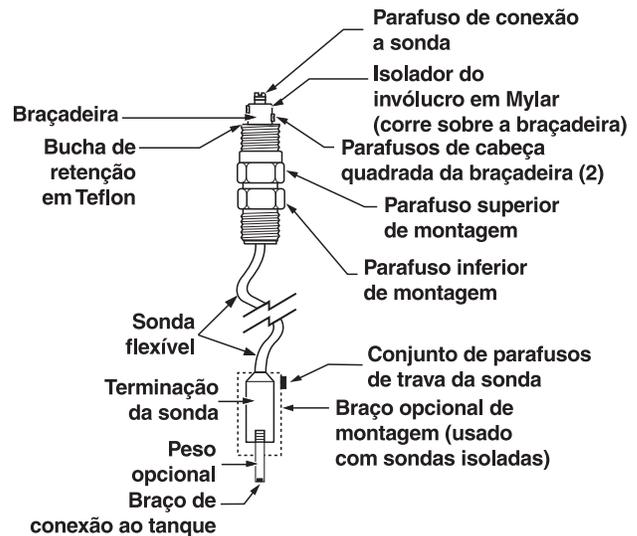

Figura 4
4. Remova o isolador do invólucro de mylar localizado sobre a braçadeira. NÃO O DESCARTE. Veja a Figura 4.